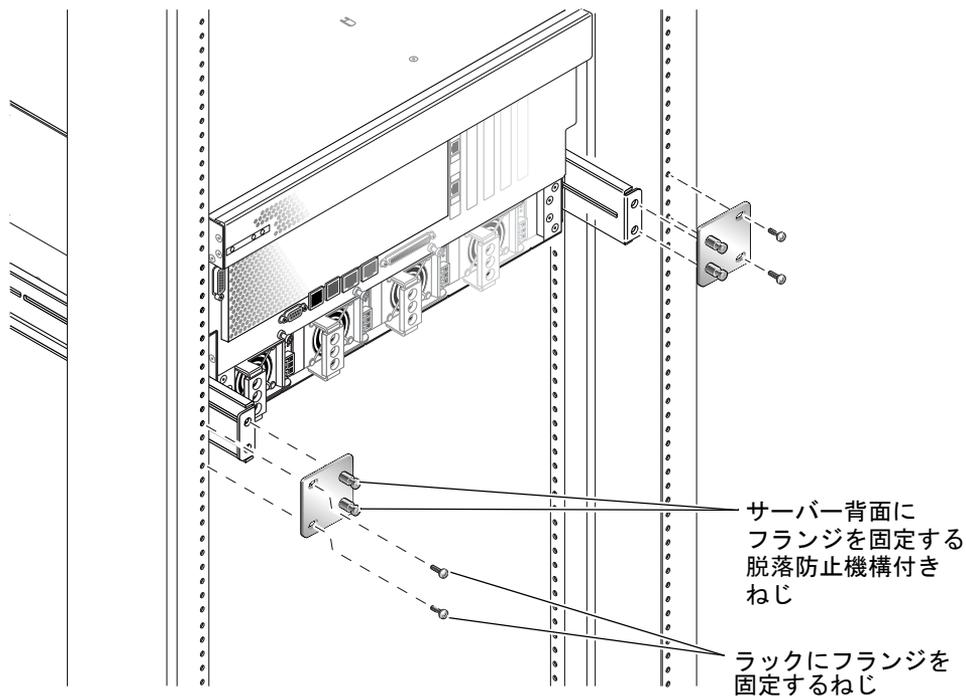

図 3-22 背面固定フランジの固定
11. ラックの背面で、脱落防止機構付きねじを使用して、サーバーに取り付けた背面固定部品に 2 つの背面固定フランジを取り付けます (図 3-22 を参照)。
12. 各背面固定部品にねじを 2 本ずつ使用して、背面固定部品をラックの背面に固定します (図 3-22)。